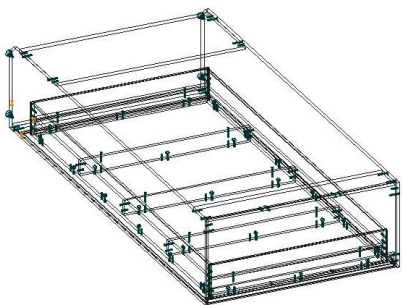

Рис. 5 Положение для установки амортизаторов
5. Положить подъемную кровать на пол, фасадом вниз. "Накрыть" кровать корпусом шкафа (см. рис. 5), конструкция должна лежать "низом к стене". Установить шток газовой пружины в обе пластины.